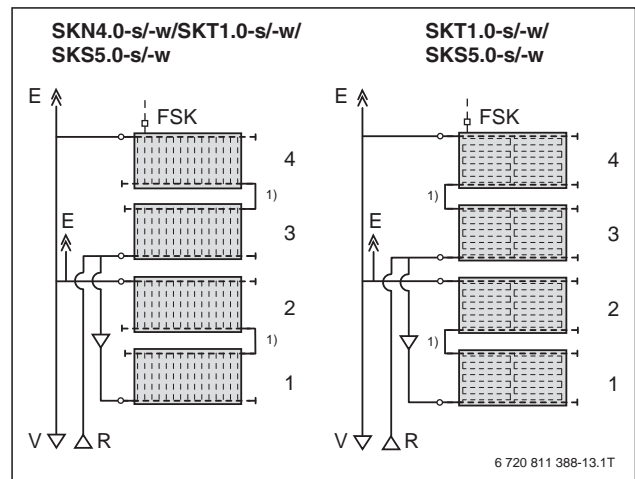

Bild 162 Verschaltung von mehr als 3 waagerechten Kollektoren übereinander
- ▶ Hierzu die 2 unteren Kollektoren (1 + 2) und die 2 oberen Kollektoren (3 + 4) in Reihe verbinden (→ Bild 162).